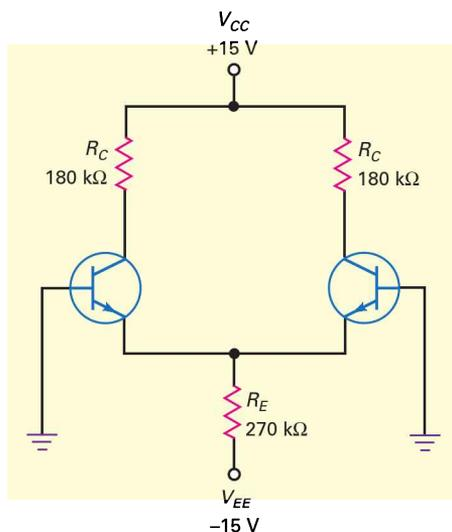

Figure 15.33
15.1 Quels sont les courants et les tensions dans le cas idéal sur la figure 15.33 ?